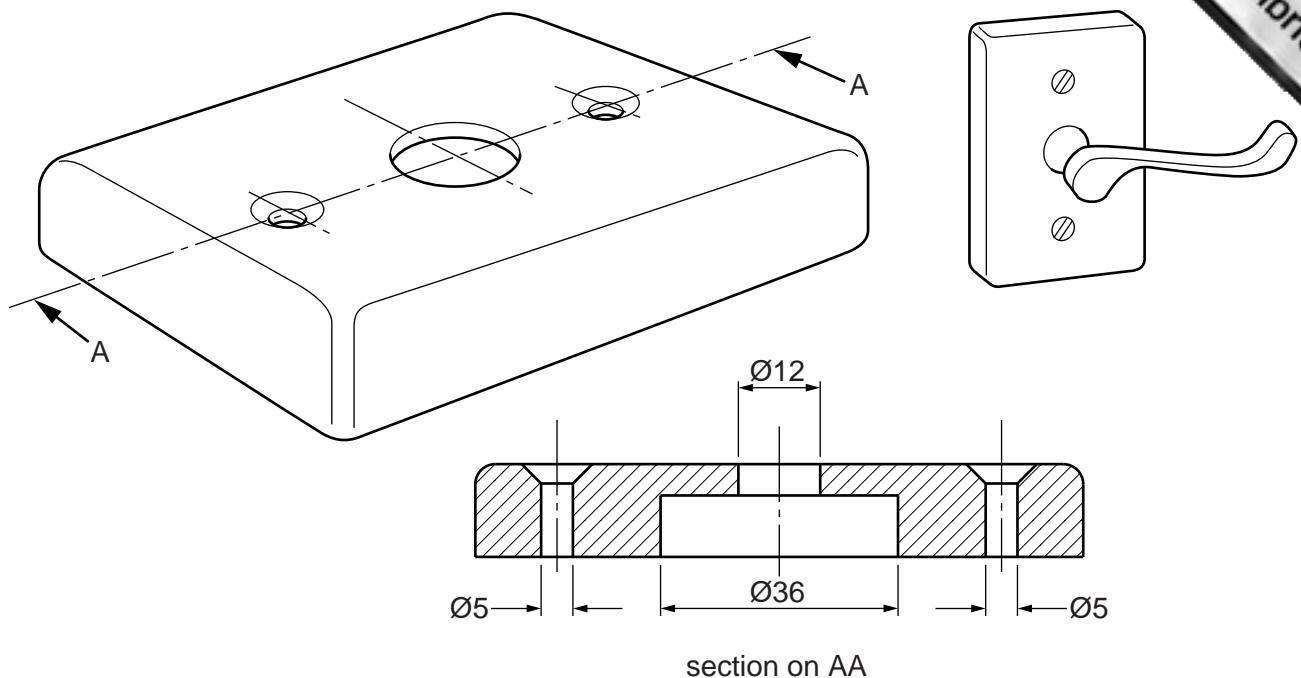

Fig. 2
- 2 Fig. 2 shows a door handle component.